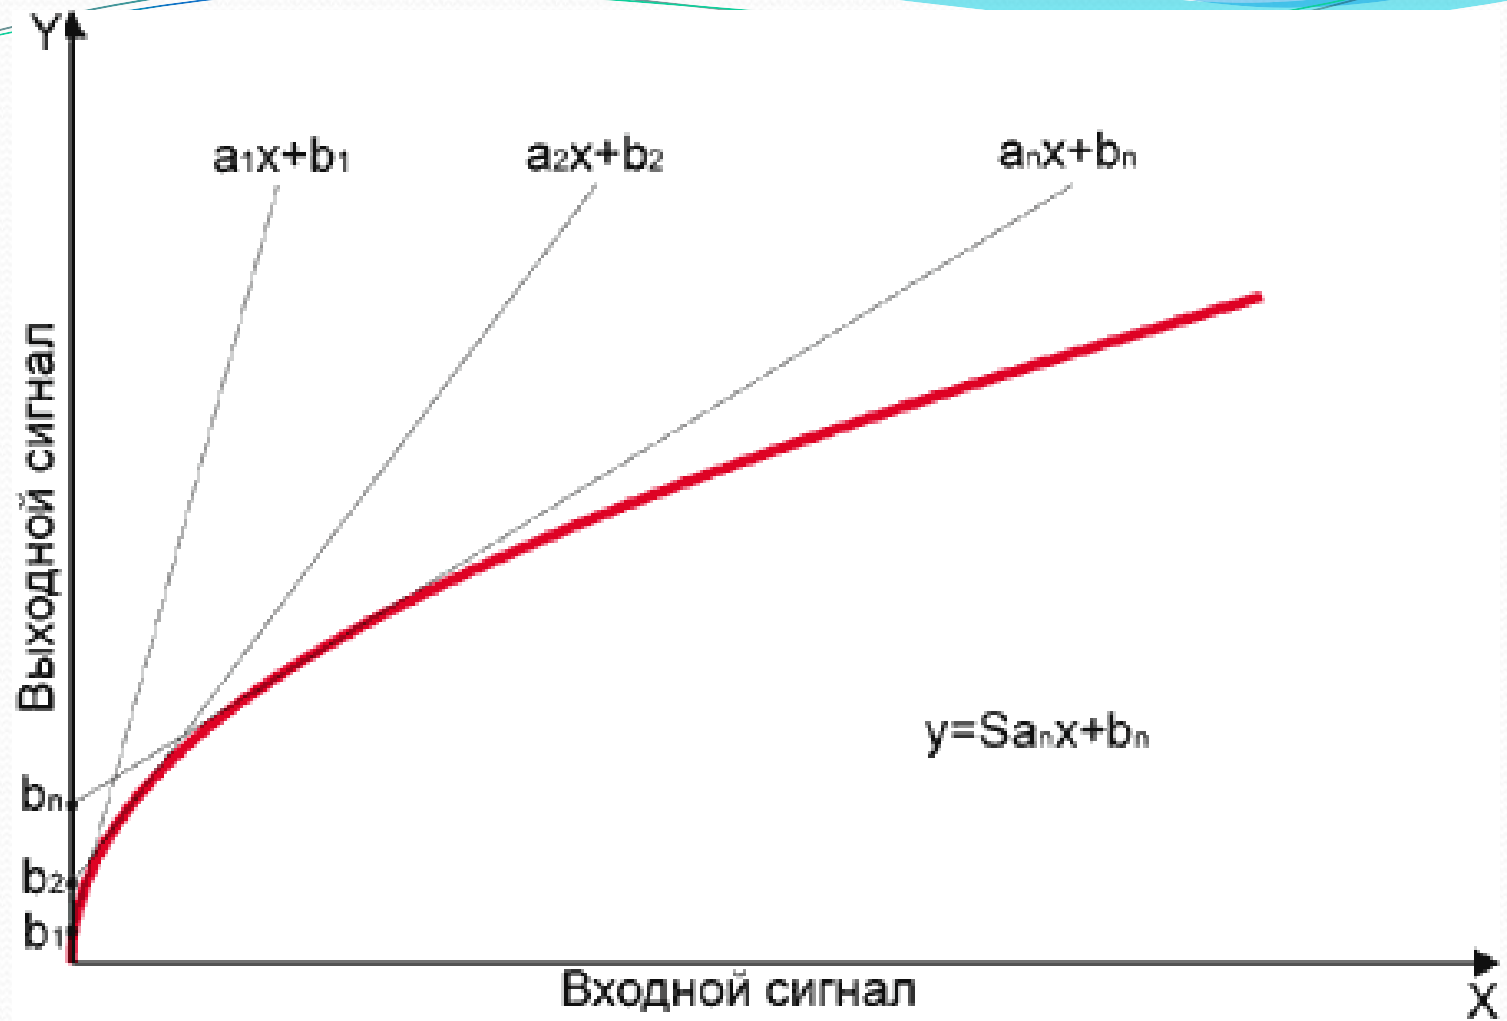

Рис. 10. Гамма-коррекция
- Задачей гамма-коррекции является создание такой "характеристики свет-сигнал" цифровой видеокамеры (обычно значение меньше единицы), чтобы она компенсировала модуляционную характеристику кинескопа, (которая больше единицы) и обеспечивала значение сквозной характеристики всего ТВ-тракта "от света до света" (то есть, по цепи "снимаемый объект - экран монитора"), близкое к единице. Одним из способов получения кривой, соответствующей требуемой гамма-характеристике, является кусочно-линейная аппроксимация, представленная на рис.10, из которой видно, что в области малых освещенностей (где X мало) коэффициент усиления тракта существенно больше, чем в области средних и, тем более, больших сигналов.